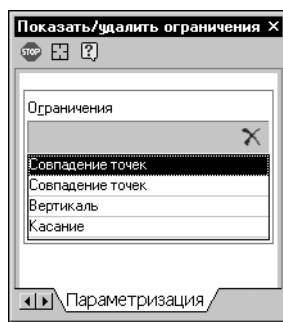

Рис. 59.60. Список связей и ограничений
8. Просмотрите ограничения и связи этого отрезка (рис. 59.60).